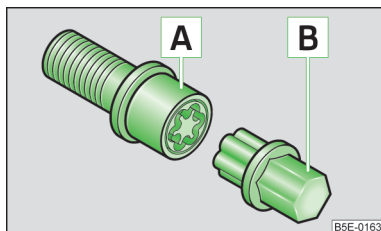

Fig. 193
- Insérez à fond l'adaptateur [B] » fig. 193 sur son côté denté jusqu'en butée dans la denture intérieure du boulon antivol [A] de telle façon qu'il dépasse encore de six-pans extérieur.